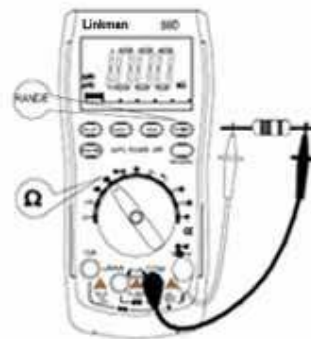

図 12-1
- 1: レンジ切り替えスイッチを \square Ω \square に切り替え、赤い測定コードを V Ω Hz 端子に、黒い測定コードを COM 端子に差し込みます(図 12-1)。